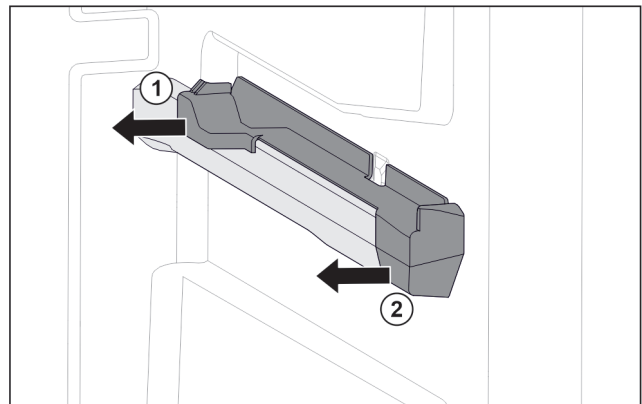

Fig. 107 Pieza de acoplamiento en la nervadura para recipientes derecha
- ▶ Retire la pieza de acoplamiento por detrás lateralmente. Fig. 107 (1)
- ▶ Retire la pieza de acoplamiento por delante lateralmente. Fig. 107 (2)